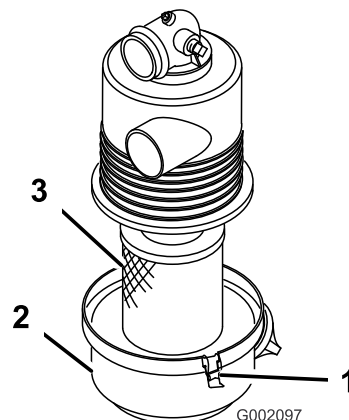

Figura 33
3. Rilasciate i fermi che fissano il coperchio del filtro dell'aria al relativo corpo. Staccate il coperchio dal corpo. Pulite la parte interna del coperchio (Figura 33).
4. Estraete con cautela il filtro dal corpo, in modo da ridurre lo spostamento di polvere (Figura 33), Evitate che il filtro colpisca il corpo del filtro dell'aria.